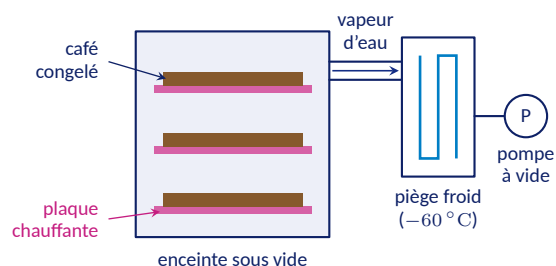

Figure 1 — Principe d'un lyophilisateur
- **Étape 3** : la vapeur d'eau est aspirée vers un « piège froid » à -60°C , sur lequel elle se transforme directement en glace (figure 1).